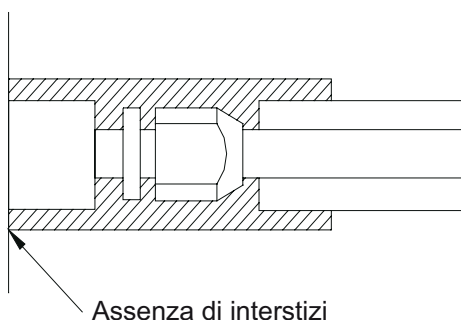

Fig.19
① . Durante il collegamento dell'Unità e della tubazione frigorifera, non tirare mai con forza i raccordi dell'Unità Interna; in caso contrario, vi è il rischio che i tubi capillari o altri tubi si rompano, provocando perdite d'acqua.
② . La tubazione frigorifera deve essere sostenuta da staffe; l'Unità non deve sostenere il peso della tubazione.
b. I raccordi dell'Unità Interna devono essere avvolti con materiale termoisolante; non è permesso alcun interstizio sul raccordo dell'Unità Interna, come mostrato in Fig.19.